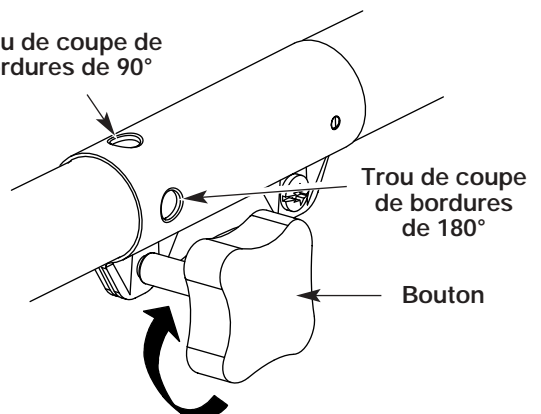

Fig. 11
3. Serrez le bouton en le tournant à droite (Fig. 11).
Pour couper les bordures à l'aide de la tête d'accessoire de coupe sur les modèle EZ-LinkMD, verrouillez le bouton de déclenchement de l'accessoire de coupe dans le trou de 90° ou de 180° (Fig. 11).